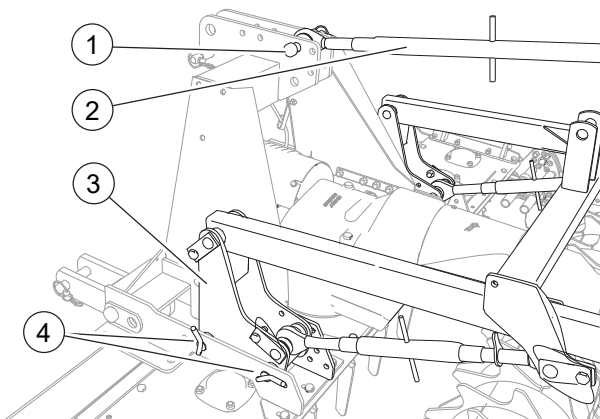

FIG. 16
Posicionar el enganche en la máquina: insertar los enganches inferiores (3, "Fig. 16") en las placas de la base del castillo enganche tripuntal. Fijar los enganches inferiores con los pernos (4). Conectar la tirante (2) al tripuntal de la máquina. Fijar el tirante con el perno (1).